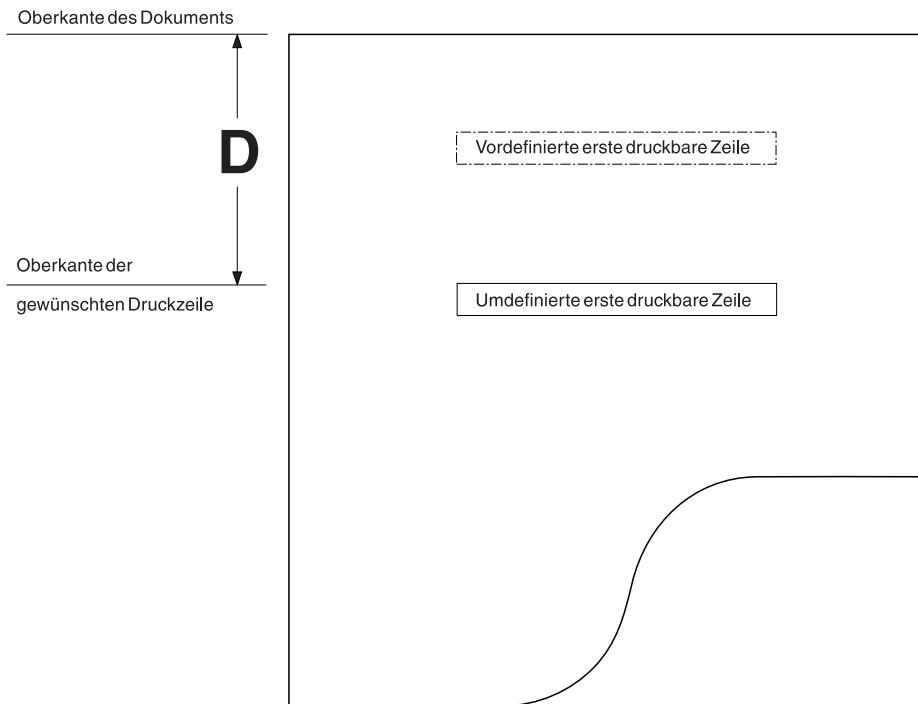

Abbildung 194. Berechnen des Abstands vom oberen Formularrand bis zur obersten Druckzeile (POS-Drucker Modell 3 oder 4, Zuführung von unten)
1. Den Abstand D, wie in Abb. 194 gezeigt, vom oberen Rand des Formulars bis zur gewünschten obersten Druckzeile messen.